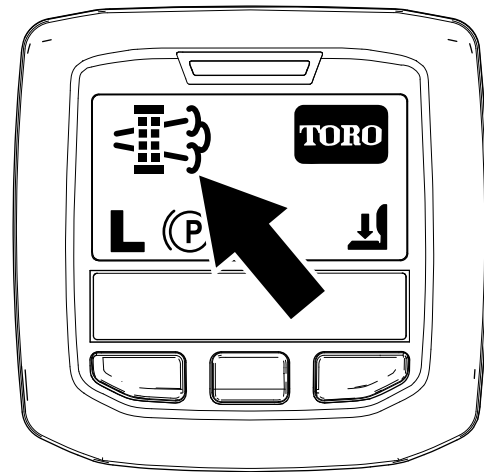

Рисунок 42
- Когда компьютер двигателя запрашивает стационарную или восстановительную регенерацию, на дисплее инфо-центра появляется значок запроса на регенерацию (Рисунок 42).